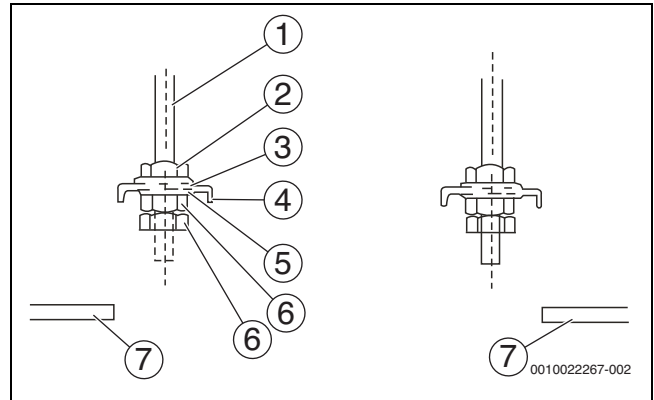

Bild 17
1. Position der Muttern nach Bedarf einstellen. Den Abstand zwischen Unterlegscheibe (unten) und Zwischendecke entsprechend den Gegebenheiten vor Ort auswählen (→ Abb. 17).